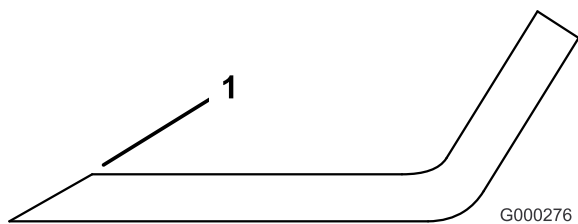

図 75
1. ブレードは、左右の刃先部分を研磨する（図 75）。刃先の角度を変えないように注意すること。左右を同じだけ削るようにすればバランスが狂わない。